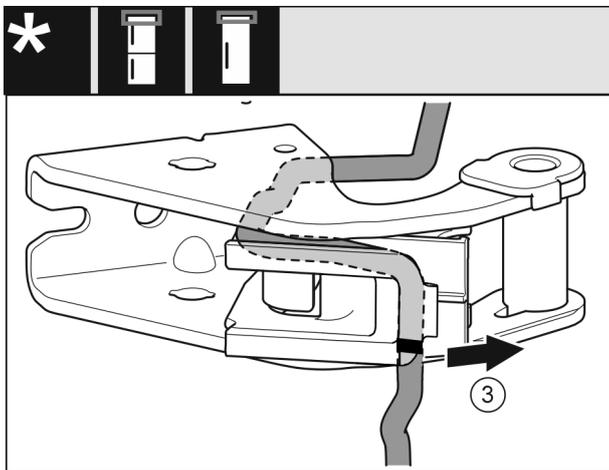

Fig. 19
- ▶ Kabel mit der Kabelhalterung vom Lagerbock demonstrieren. Fig. 19 (3)